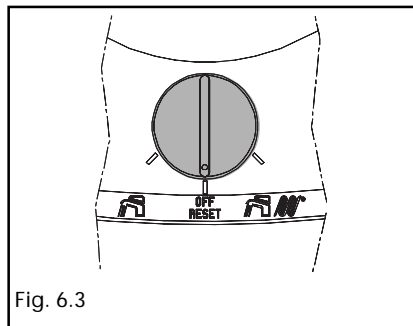

Fig. 6.3
Portare il selettore di funzione sul simbolo OFF-RESET, quindi riposizionare lo stesso su «  » o «  » (fig. 6.3).
- portare il selettore di funzione su OFF-RESET (fig. 6.3)